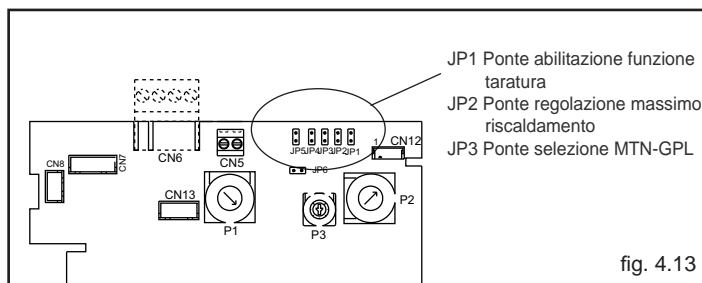

fig. 4.13
! La funzione "regolazione elettrica" viene attivata e disattivata esclusivamente dal jumper (JP1) (fig. 4.13).
- inserire il jumper JP1 (fig. 4.13) per abilitare le manopole poste sul pannello di comando alle funzioni di regolazioni del minimo e del massimo riscaldamento.
- inserire il jumper JP2 (fig. 4.13)